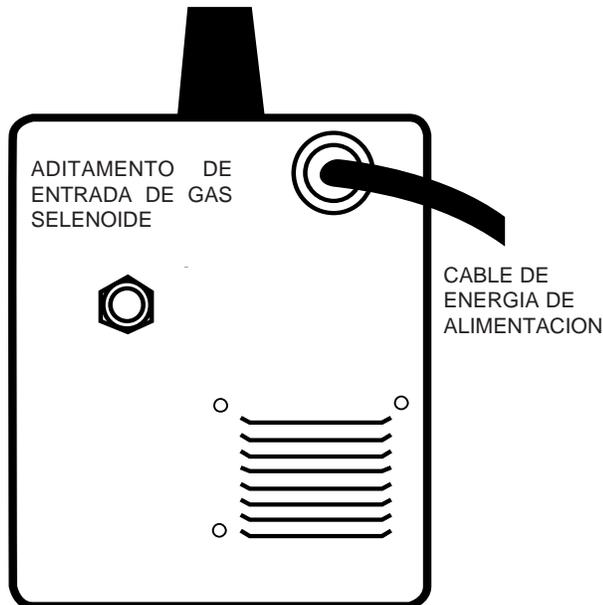

FIGURA A.6
4. Consulte la Figura A.6. Ensamble un extremo de la manguera de gas de entrada al conector de salida del regulador flujo\metro y apriete la tuerca de unión con una herramienta. Conecte el otro extremo al conector de entrada del Selenoide de Gas de ProMIG 140 (Rosca hembra de 5/8-18 para conector CGA-032). Asegdrese de que la manguera de gas no este machucada o doblada.
Véase la Figura A.6.